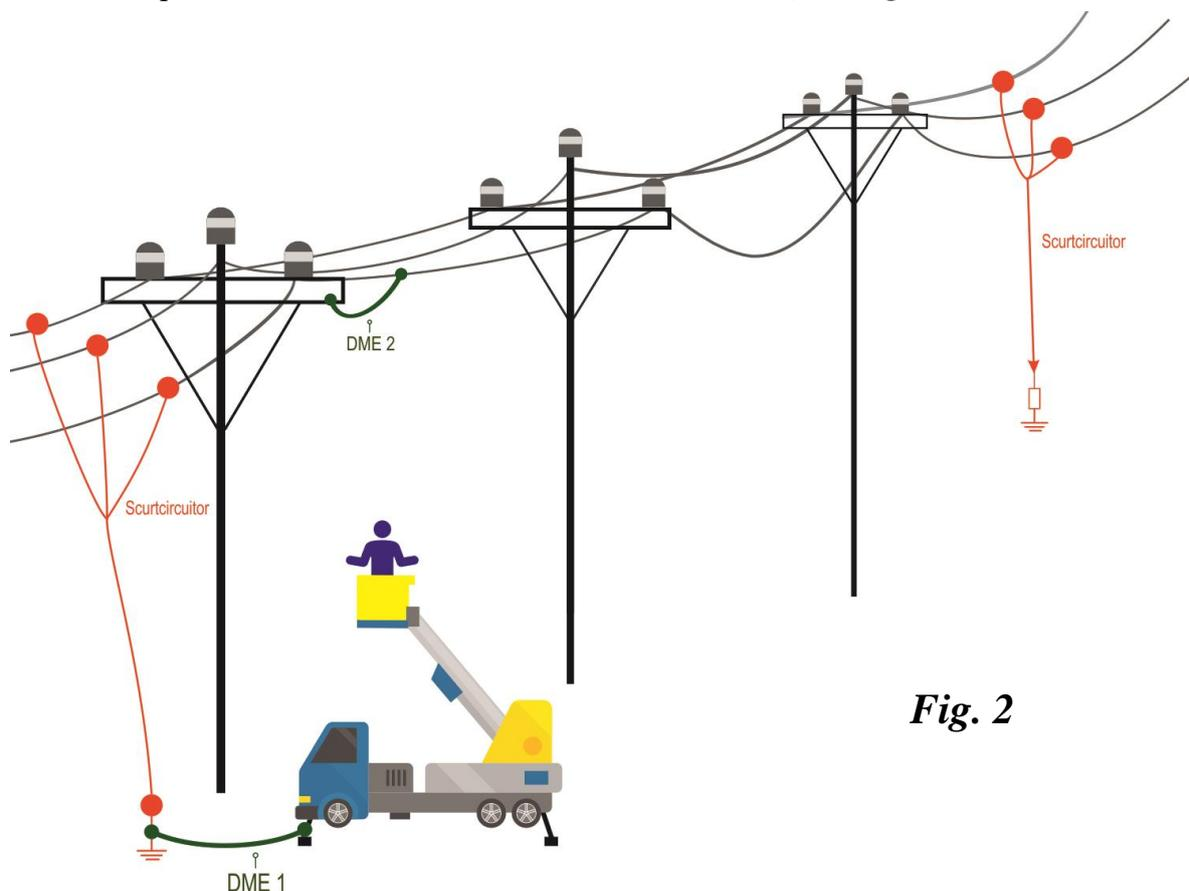
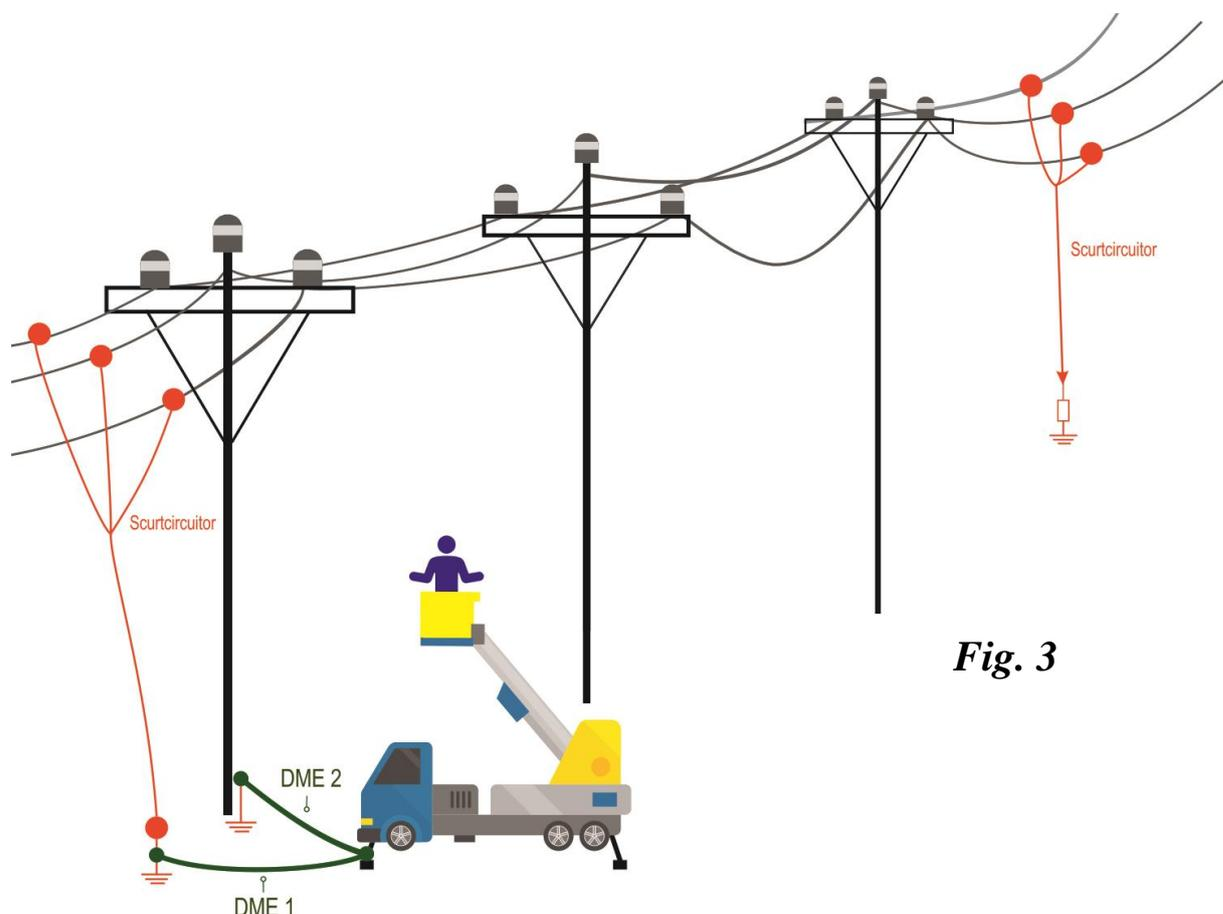

Fig. 2
Fig. 3
5.1.1.2. Executarea lucrării se realizează în apropierea dispozitivului mobil de legare la pământ și în scurtcircuit care este legat la un electrod mobil de legare la pământ (vezi Fig. 2 și Fig. 3)
- b.1.** În cazul în care stâlpul LEA MT *este prevăzut* la partea superioară cu consolă metalică sau cu platbandă de împământare, montarea **DME2** se realizează astfel (vezi Fig. 2):
- b.1.2.** Se armează clema automată cu autoblocare **CAA** prin rotirea bacului (2), până când acesta se blochează (vezi **Anexa 2**);
b.1.3. Clema automată cu autoblocare **CAA**, ținută de mânerul acționare, se împinge pe conductorul LEA, până când bacul (2) este eliberat de către pârgăhia de blocare (4), realizându-se aplicarea acesteia pe conductor (vezi *Anexa 2*);
b.2. În cazul în care stâlpul LEA MT *nu este prevăzut* la partea superioară cu consolă metalică sau cu platbandă de împământare, montarea **DME2** se realizează astfel (vezi *Fig. 3*):